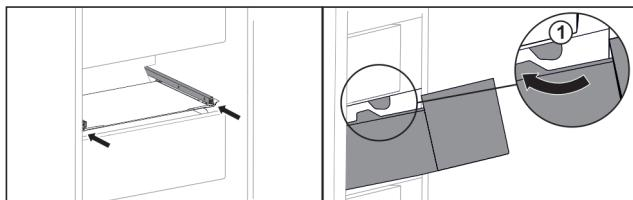

Fig. 127
- ▶ Прокарарайте чекмеджето около ограничителите Fig. 127 (1).